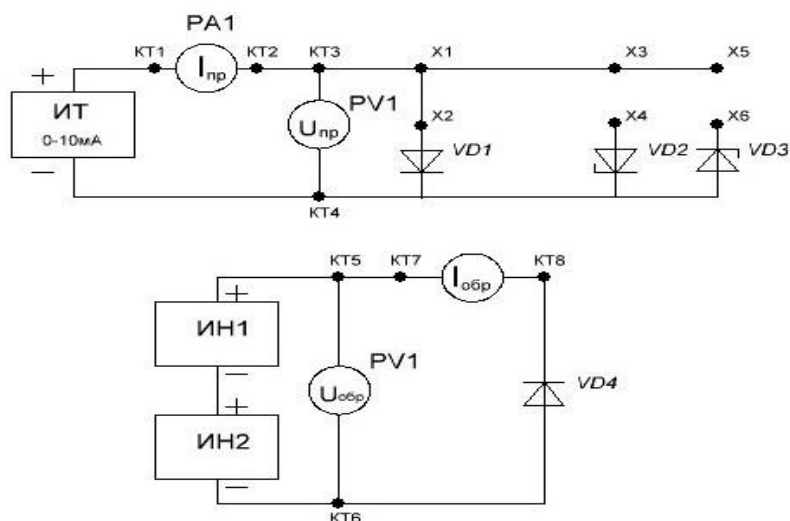
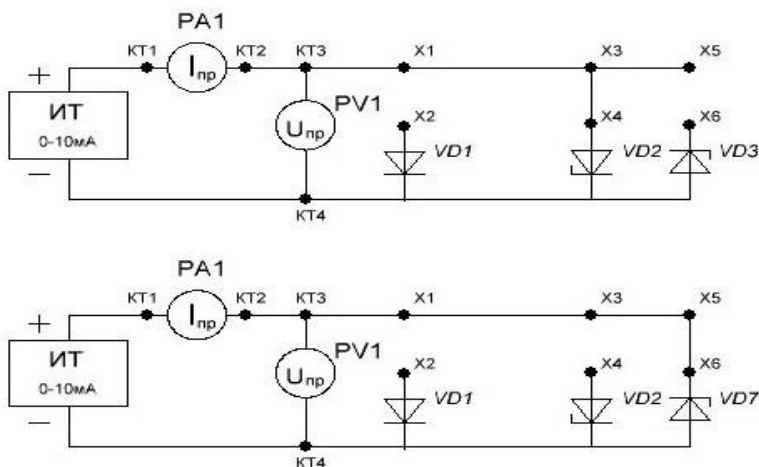

Рисунок 1.4 Схемы для снятия прямой 1 и обратной 2 ветвей ВАХ полупроводникового диода
Рисунок 1.5 Схемы для снятия прямой 1 и обратной 2 ветвей ВАХ стабилитрона
Прямую ветвь  **$ВАХ$**  диода снимают, включив испытуемый диод в схему, показанную на рис. 1.4, а. Прямой ток через диод задается источником тока  **$ИТ$** , характерной особенностью которого является слабая зависимость выходного тока от сопротивления нагрузки. Плавно увеличивая от нуля выходной ток источника тока  **$ИТ$** , измеряют прямое напряжение  **$U_{пр}$**  диода для ряда значений прямого тока  **$I_{пр}$** .
Обратную ветвь  **$ВАХ$**  диода снимают, включив испытуемый диод в схему, показанную на рис. 1.4, б. Плавно увеличивая от нуля выходное напряжение источников напряжения  **$ИН1$**  и  **$ИН2$** , измеряют обратный ток  **$I_{обр}$**  диода для ряда значений обратного напряжения  **$U_{обр}$** .
1.1 Зарисуйте схемы для получения **ВАХ** диода и стабилитрона (см. рис. 1.4, а, б и рис. 1.5, а, б).
2.1 Подключите встроенные в стенд амперметр для измерения прямого тока  $I_{пр}$  и вольтметр для измерения прямого напряжения  $U_{пр}$  диода. Установите переключатель диапазонов измерения амперметра в положение **мА**. Подключите перемычкой диод **VD1** (см. рис. 1.4, а).
3.1 Подключите встроенные в стенд амперметр для измерения обратного тока  $I_{обр}$  и вольтметр для измерения обратного напряжения  $U_{обр}$  диода (см. рис. 1.4, б). Установите переключатель амперметра в положение мкА.
5.1 Подключите встроенные в стенд амперметр для измерения прямого тока  $I_{пр}$  и вольтметр для измерения прямого напряжения  $U_{пр}$  стабилитрона. Установите переключатель амперметра в положение мА. Подключите перемычкой стабилитрон **VD2** (см. рис. 1.5, а).
6.1 Подключите встроенные в стенд амперметр для измерения тока стабилизации  $I_{СТ}$  и вольтметр для измерения напряжения стабилизации  $U_{СТ}$  стабилитрона. Установите переключатель амперметра в положение  $mA$ . Подключите перемычкой стабилитрон **VD3** (см. рис. 1.5, б).